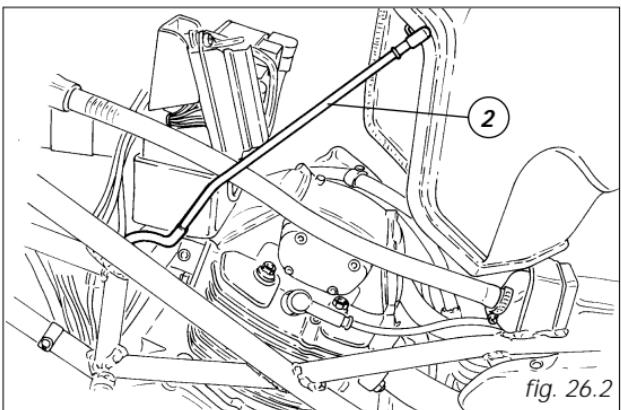

fig. 26.2
Rimuovere la sella (pag. 21), sollevare il gancio (1). Sollevare il serbatoio e sganciare l'astina (2, fig. 26.2) di servizio dal supporto.